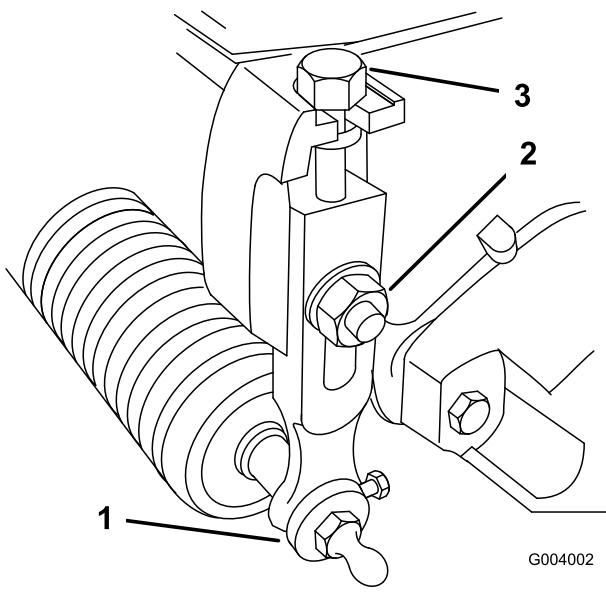

図 53
1. 刈り高アームをカッティングユニットのサイドプレートに固定しているロックナットをゆるめる（図 53）。